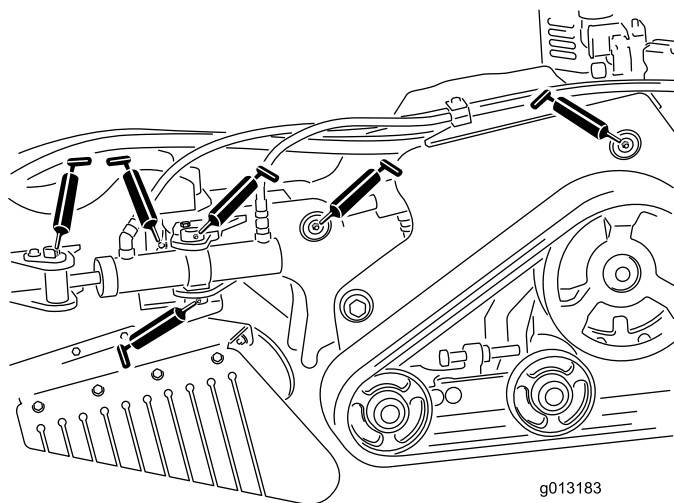
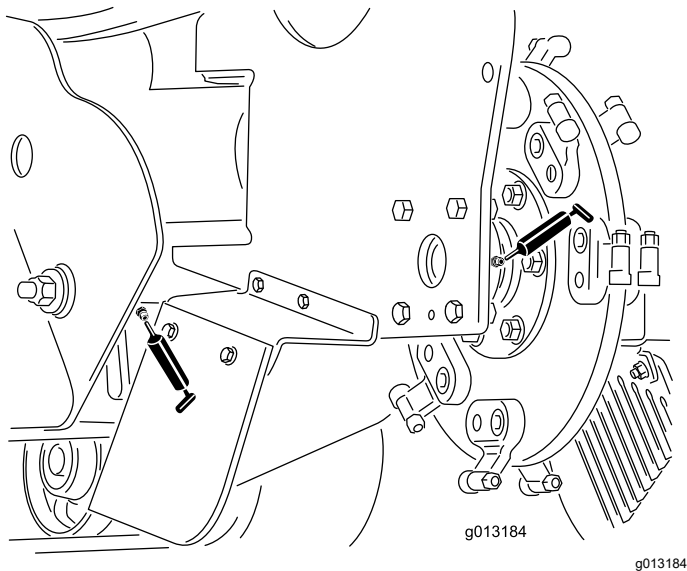

Figura 25
Figura 26
4. Collegate un ingrassatore a pressione a ciascun ingrassatore (Figura 25 e Figura 26).